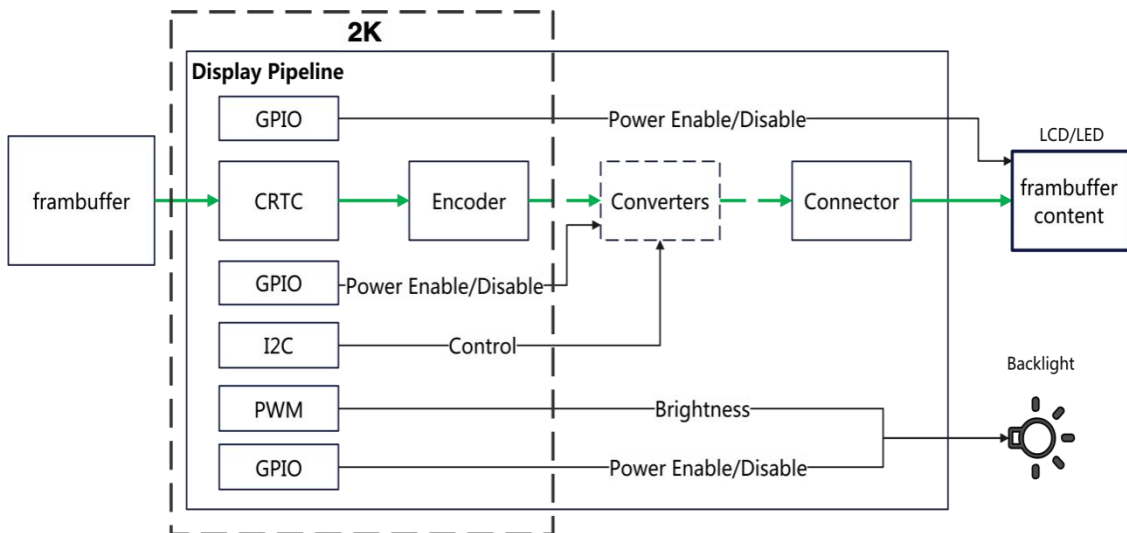

图 3-1 液晶屏显示管线
**方案说明：**将 2K2000 作为信号转换芯片的主控时，硬件参考设计如图 3-1，将显示控制器的 I2C 连接到转换芯片。用于实现对信号转换芯片的控制和读取 EDID 功能。使用芯片的 GPIO 管脚来控制转换视频转换芯片的电源，背光电源和液晶屏电源。